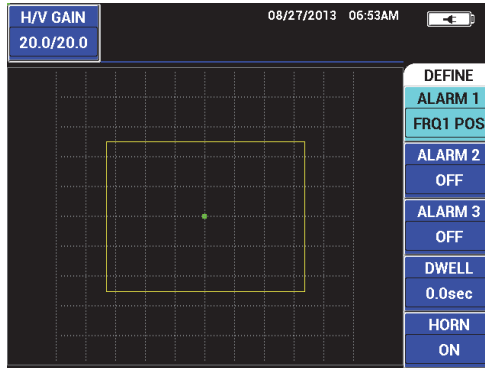

Figura 5-240 Polaridade do alarme
3. Gire o botão para selecionar a polaridade do alarme; **FRQ1 POS** ativa o alarme de polaridade positiva e **FRQ1 NEG** ativa o alarme de polaridade negativa (veja Figura 5-240 na página 303).